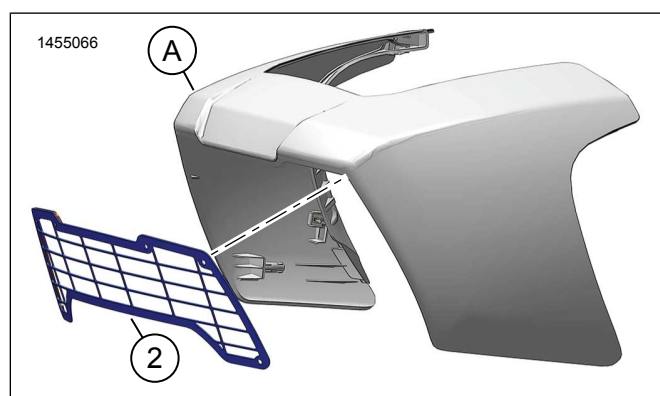

Figure 4.
3. Voir la figure 4. Placer l'ensemble grille (2) sur le carénage (A).